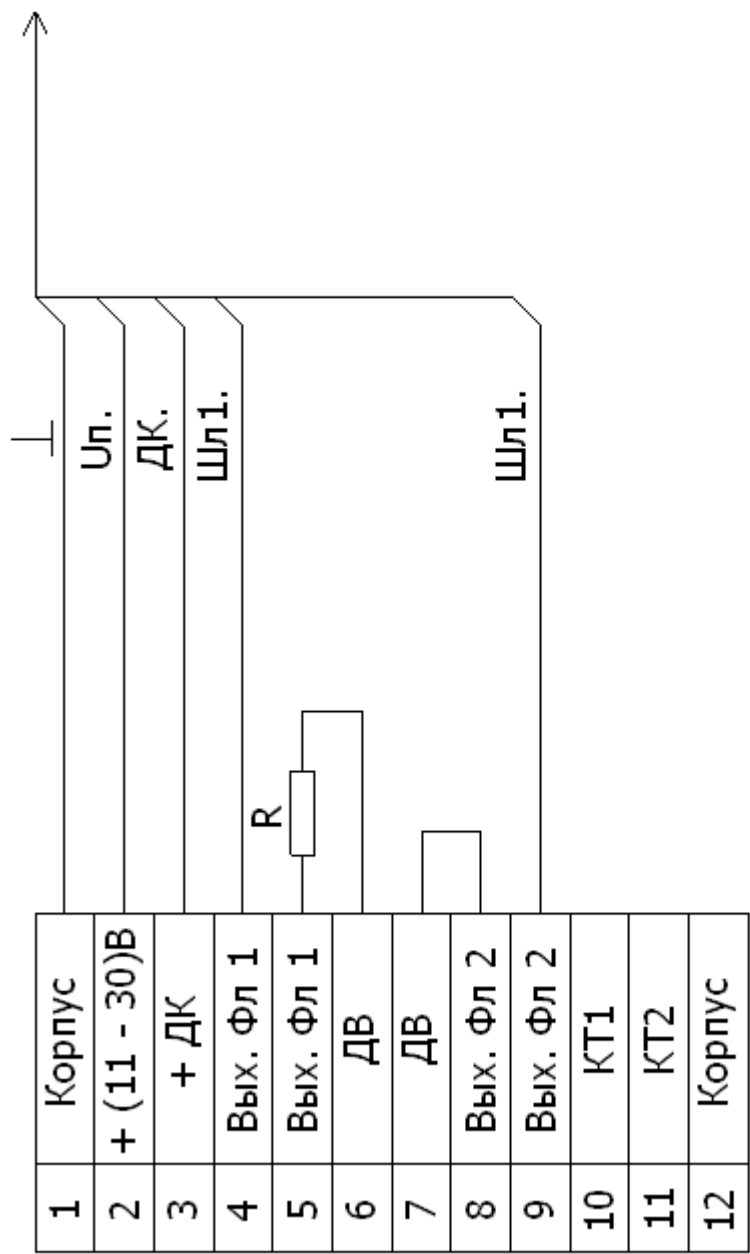

Рис. 5.1 Включение двух флангов средства в один шлейф
- 6.6. Схемы подключения средства приведены на рис. 5.1 и 5.2.